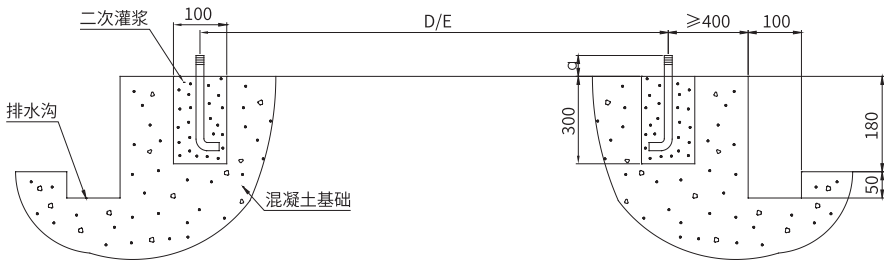
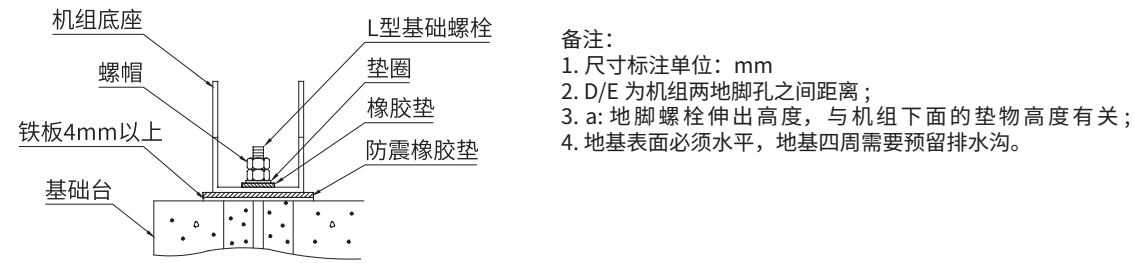

图 4-2 基础示意图
图 4-3 机组与基础连接示意
- (1) 机组的水泥基础台，要按承载能力大于等于 1.5 倍的机组运转重量来设计施工。
- (2) 在原有混凝土地板上作水泥基座时，必须先将原表面凿毛（旧面凿掉、弄成粗糙面），清扫干净后，用水将表面和内部都浇透，水分彻底渗入，才能再施工，否则，新旧混凝土无法贴合。
- (3) 水泥基础台使用 1:2:4 比例的混凝土并捣实，力求坚固，并依需要预留规定数量的地脚螺栓二次灌浆孔，基础台表面应水平及粉光。
- (4) 基础台的混凝土，须保养到完全干固后，才能安放机器。机组地脚螺栓孔内穿上合适的地脚螺栓 (Anchor Bolt) 后，对准二次灌浆孔将机组安放在基础台。对机组找平后，摆直地脚螺栓，进行二次灌浆。待二次灌浆孔内混凝土干固后，锁紧地脚螺栓。此后方可运行机组。
- (5) 基础台四周排水应良好，不应有积水，以免积水腐臭影响周围环境和机组地脚生锈腐蚀。
- (6) 基础台长度尺寸为机组外型长度加上 500mm，宽度为机组宽度加上 400mm。基础台高度的确定要考虑排水管的存水弯。基础示意图参见图 4-2，机组（不加减振器）与基础连接示意参见图 4-3。